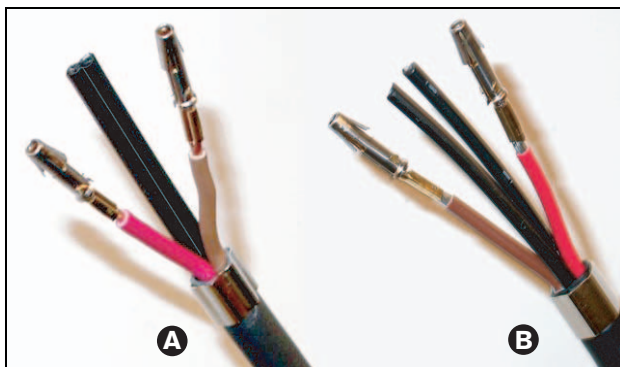

figura 20.15: Contatti della presa collegati
- 12 Ripetere i passi 10 e 11 per gli altri conduttori di rame spelati. Vedere la figura 20.15 per il risultato di questa parte della procedura di montaggio del connettore sul cavo.